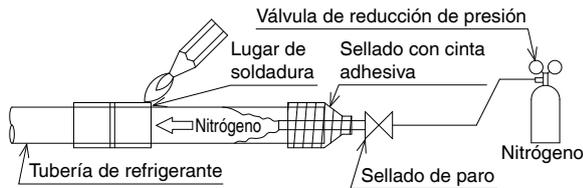

Fig. 20
- Antes de soldar la tubería de refrigerante con bronce, haga fluir nitrógeno a través de esta tubería para sustituir el aire por nitrógeno. Luego lleve a cabo la soldadura (NOTA 2). **(Consulte la Fig. 20)**. Después de todo el trabajo de soldadura, haga la conexión acompañada con la unidad interior.